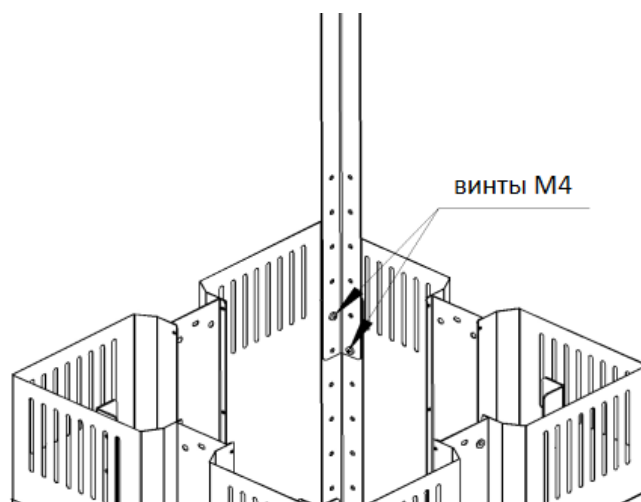

Рис. 3
2. Вытяжка регулируется по высоте от 900 мм до 1180 мм с шагом в 40 мм. Закрепите уголки на нужной высоте винтами М4, входящими в монтажный комплект (рис. 3).